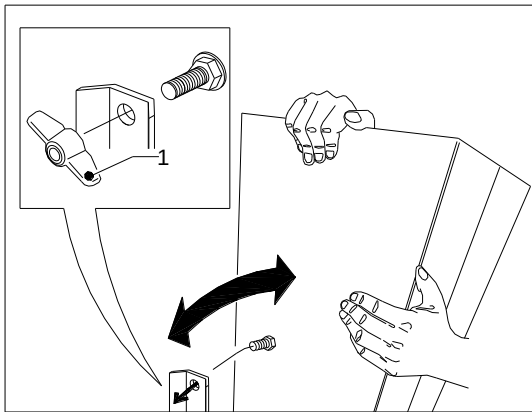

Fig. 13
- plier la trémie de la hacheuse (fig. 13) en l'immobilisant à l'aide de l'écrou papillon 1 .